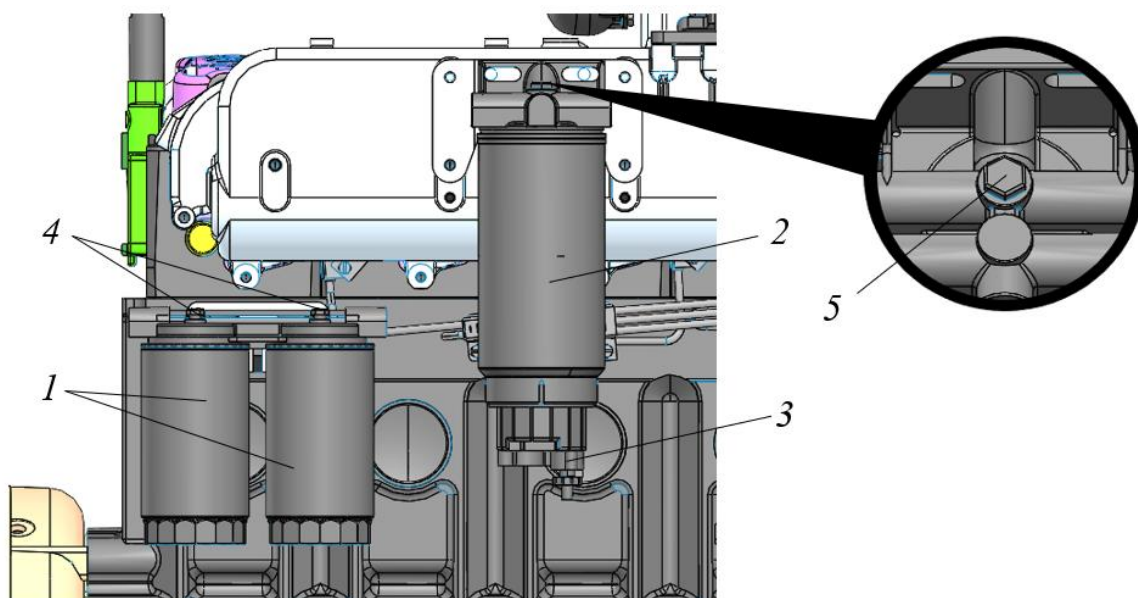

Рисунок 5.22. Размещение топливных фильтров на двигателе
Фильтры тонкой очистки топлива 1 (рис. 5.22) размещены на двигателе с правой стороны, рядом с картером маховика. Фильтр грубой очистки топлива 2 закреплен на впускном коллекторе двигателя, справа от фильтров тонкой очистки топлива.
- ▶ Разместить ранее подготовленную тару  под фильтрами, отвернуть сменные фильтры для топлива поз 1 и 2 рис. 5.22. В случае затруднённого отворачивания использовать съёмник.